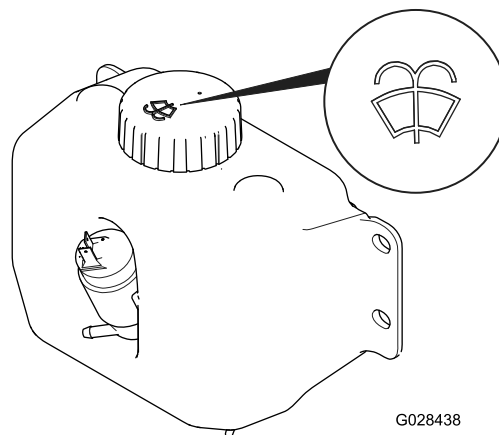

Figure 54
2. Ouvrez le capot et localisez le réservoir de lave-glace (Figure 54).